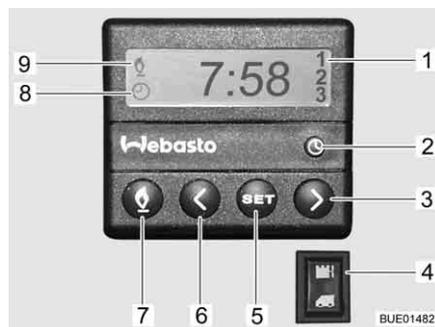

Fig. 207 Unité de commande pour le chauffage d'appoint
- Appuyer sur la touche (Fig. 207,7). Le mode chauffage est indiqué par le symbole (Fig. 207,9). Le ventilateur ne s'allume que quand la température de l'eau de refroidissement atteint 30 °C.
- Appuyer sur la touche (Fig. 207,7). Le symbole (Fig. 207,9) s'éteint.
- Appuyer sur le bas de l'interrupteur (Fig. 207,4). Le moteur est préchauffé. Le ventilateur est immédiatement allumé.
- Appuyer sur le haut de l'interrupteur (Fig. 207,4). Le moteur reste froid.
- Appuyer sur la touche (Fig. 207,2). Le menu réglage de l'heure est indiqué par le symbole (Fig. 207,8).
- Régler l'heure avec les touches (Fig. 207,3 et 6).
- Appuyer sur la touche (Fig. 207,5).
- Régler le temps de démarrage dans les 10 secondes qui suivent avec les touches (Fig. 207,3 et 6).
- Appuyer plusieurs fois sur la touche (Fig. 207,5) jusqu'à ce que le numéro de programme désiré (Fig. 207,1) apparaisse sur l'écran.